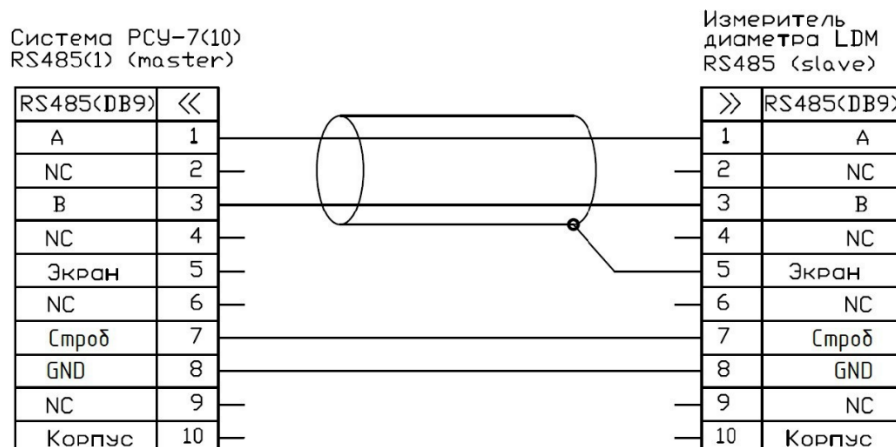
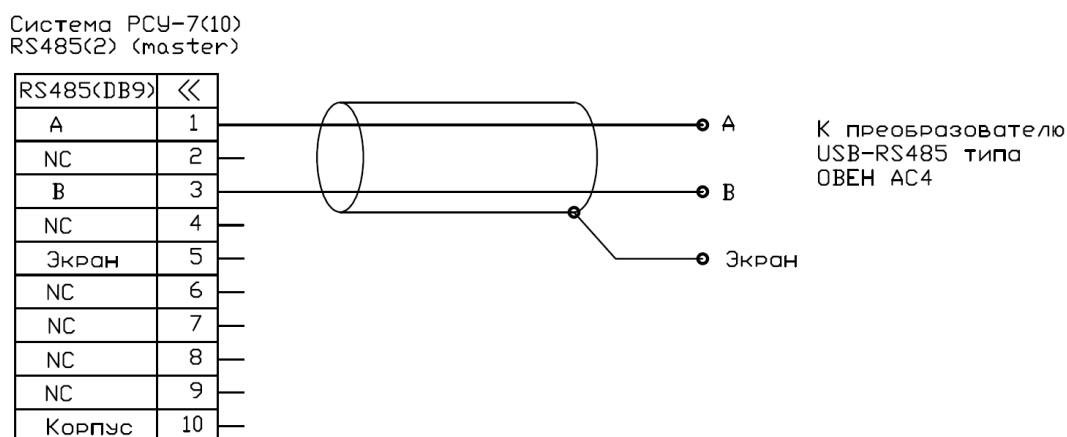

Рисунок 3.2 - Схема подключение измерителя диаметра LDM к PCY-10
Рисунок 3.3 - Схема подключения PCY-10 к ПК
- Разъем RS 485 (1) служит для подключения измерителя диаметра LDM производства НПО «Редвилл».
- Разъем RS 485 (2) служит для подключения PCY-10 к компьютеру для осуществления сервисных функций.
Подключение внешних устройств через разъемы RS 485 (1) и RS 485 (2) необходимо производить с использованием экранированного двухжильного кабеля, поставляемого в комплекте. Длина линии не должна превышать 150 м. Схемы подключения внешних устройств через разъемы RS 485 (1) и RS 485 (2) представлены на Рисунок 3.2 и Рисунок 3.3.